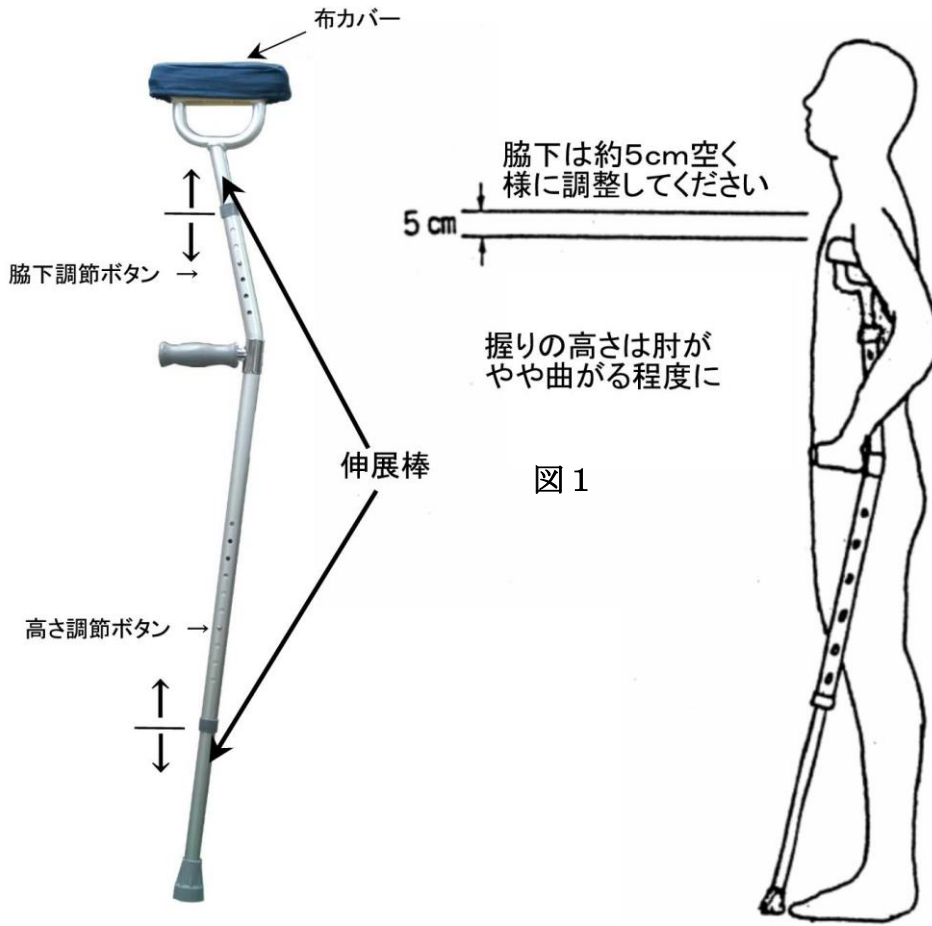

図 1
- ◆ 杖は裏面図1・2の様なフィッティングポジションにて調整します。
- ◆ まず、利用者が真っ直ぐ立った状態で杖に先ゴムを装着し、脇下に直接枕が触れないよう約5cm位空く様に全長を調整します。裏面図1参照